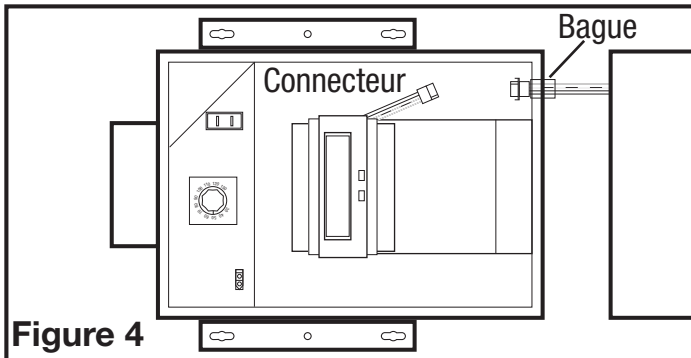

Figure 4
7. Faites passer le connecteur électrique de l'unité de chauffage à travers le trou défonçable et connectez-le au connecteur à 3 broches à partir de la commande à l'intérieur de l'unité principale (**Figure 4**).